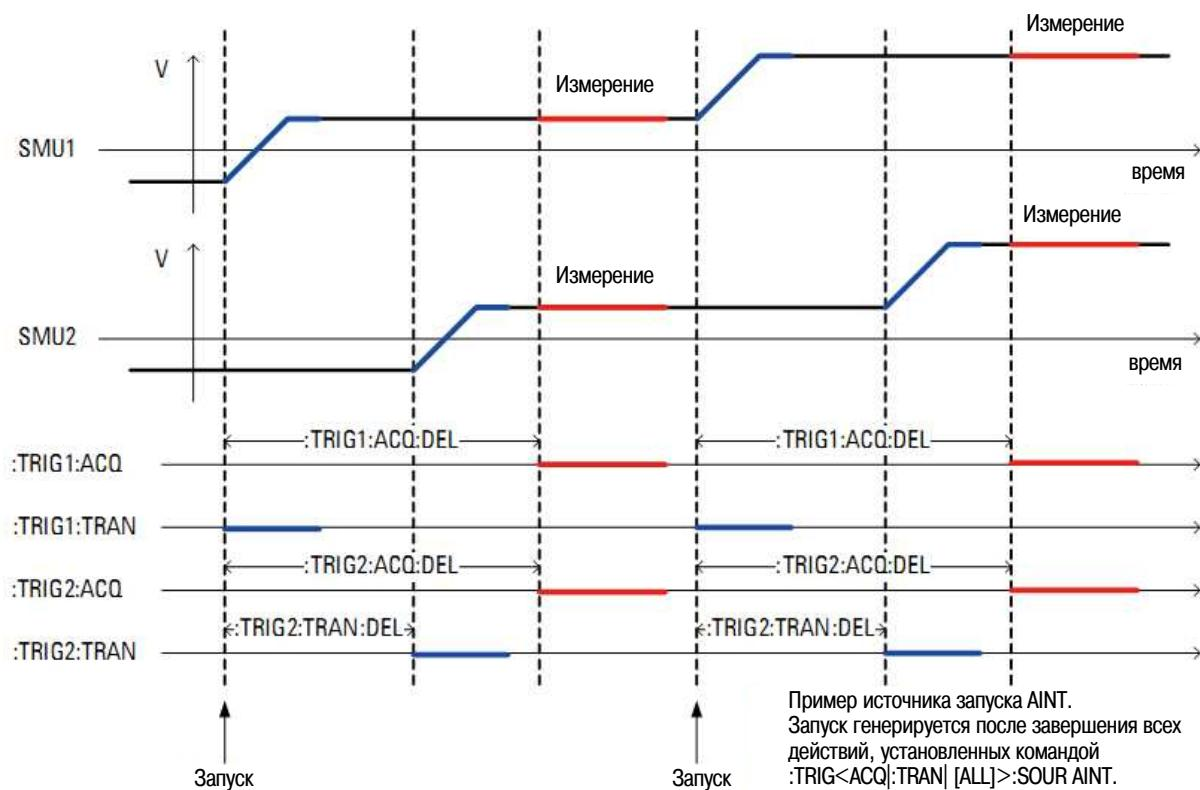

Рис. 5-8 Пример функционирования с использованием задержки запуска и источника запуска AUTO (AINT)
Если включено (ON) группирование каналов и параметры каналов установлены, как указано ниже, то действия устройств начинаются одновременно. Пример функционирования показан на рис. 5-8. Обращайтесь также к описанию параметра Group (группирование каналов) на стр. 81 и к описанию "Параметры запуска" на стр. 75 в отношении времени задержки.